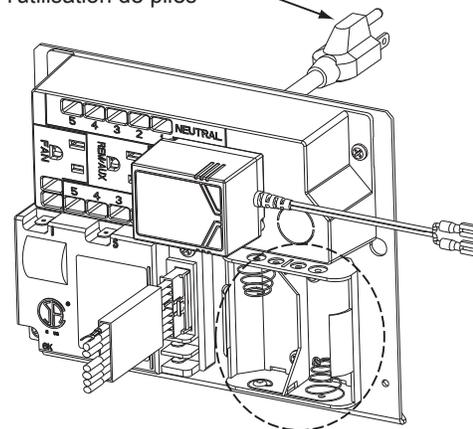

Figure 7.3
3. Placez deux piles « D » dans le réceptacle à piles. (figure 7.3)